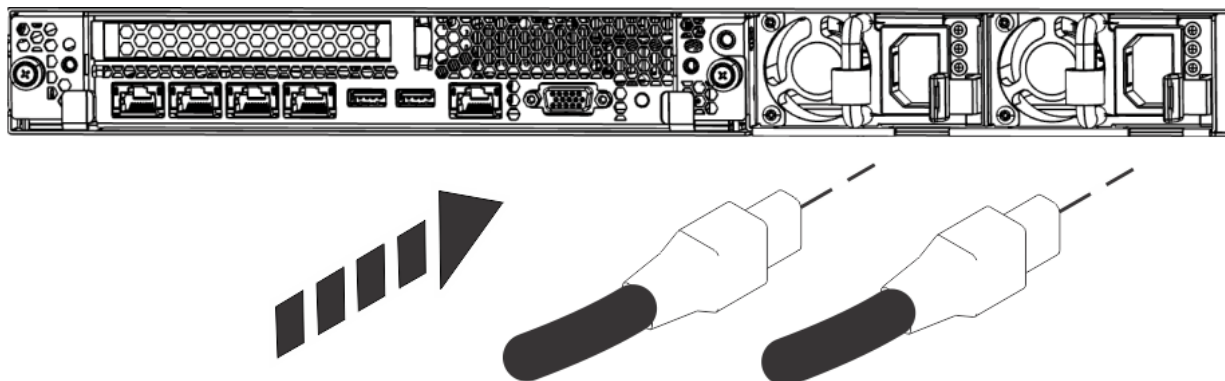

図 2. 電源装置への電源コードのプラグの差し込み
- IPMI と HMC に共用接続を使用している場合、図 2 のポート 0 へのケーブルが 1 本あれば、IPMI と HMC の両方の必要を満たします。
6. システムの電源コード、および他のすべての接続デバイスの電源コードを交流 (AC) 電源に差し込みます。